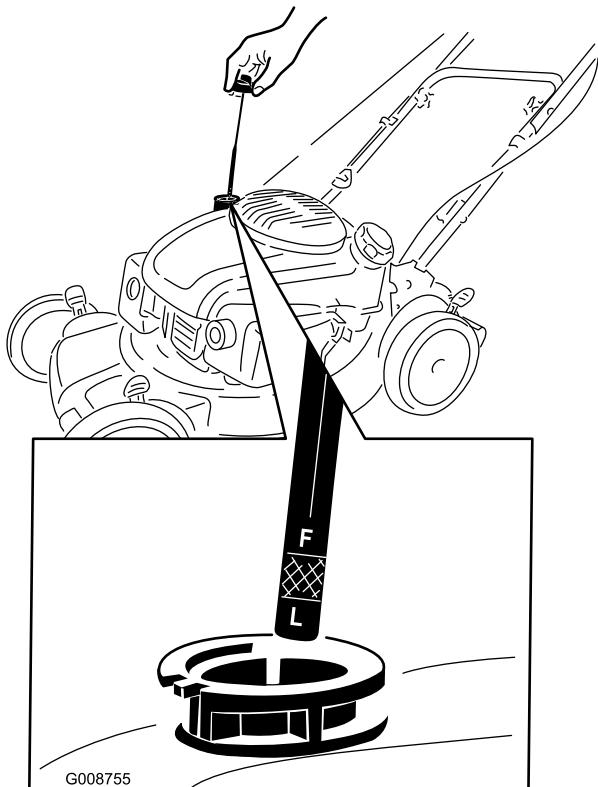

Figura 35
2. Retire la varilla (Figura 35).
de la varilla (Figura 35). **No llene demasiado.** (Capacidad máxima: 0,65 l (22 onzas), tipo: 10W-30 o SAE 30, aceite detergente con clasificación de servicio API, SJ, o superior.)
Nota: Cada vez que compruebe el nivel de aceite, retire la varilla y límpiela, intodúzcalo en el cuello de llenado de aceite (**sin enroscarla**), luego retírela de nuevo y compruebe el nivel (Figura 35).